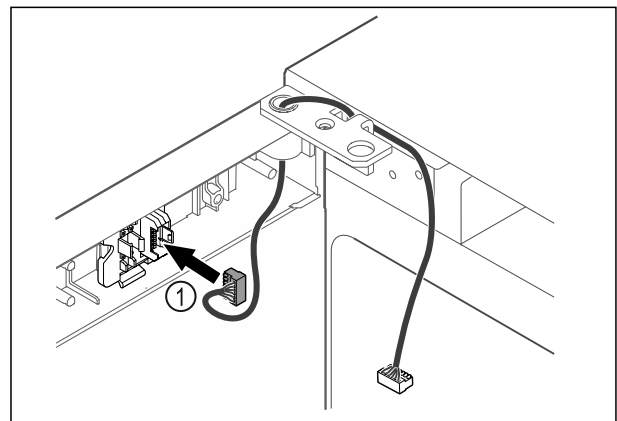

Fig. 42
- ▶ Zasuňte zástrčku Fig. 42 (1) do držiaka zástrčky.